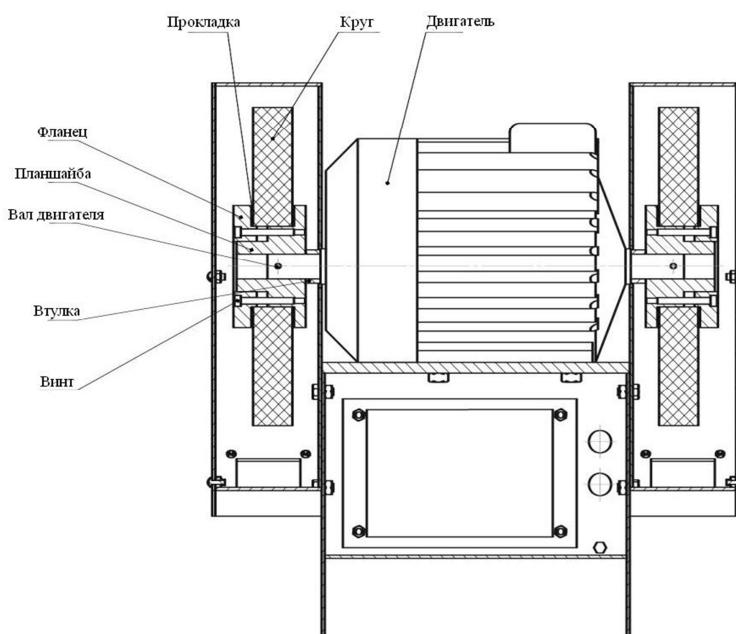

Рис. 2 Крепление шлифовального круга.
2.2.1 Крепление шлифовального круга (рис.2)
Установка подручников 5 и 6 в требуемом положении производится перемещением их в пазах кронштейнов 7 и 8, которые, в свою очередь, крепятся к подставке (тумбе) и могут перемещаться относительно нее. На валу электродвигателя имеются планшайбы для установки кругов. Крепление кругов см. рис. 2.
- 9.4 Для смены круга на станке снять крышку кожуха, отвернуть шесть винтов (M8 для станков ТШ 2М, ТШ 2М.20, ТШ 2М.25, ТШ 2М.35; M10 для станков ТШ 3М, ТШ 3М.20, ТШ 3М.25, ТШ 3М.35) фланца (см. рис.2), снять фланец и круг.